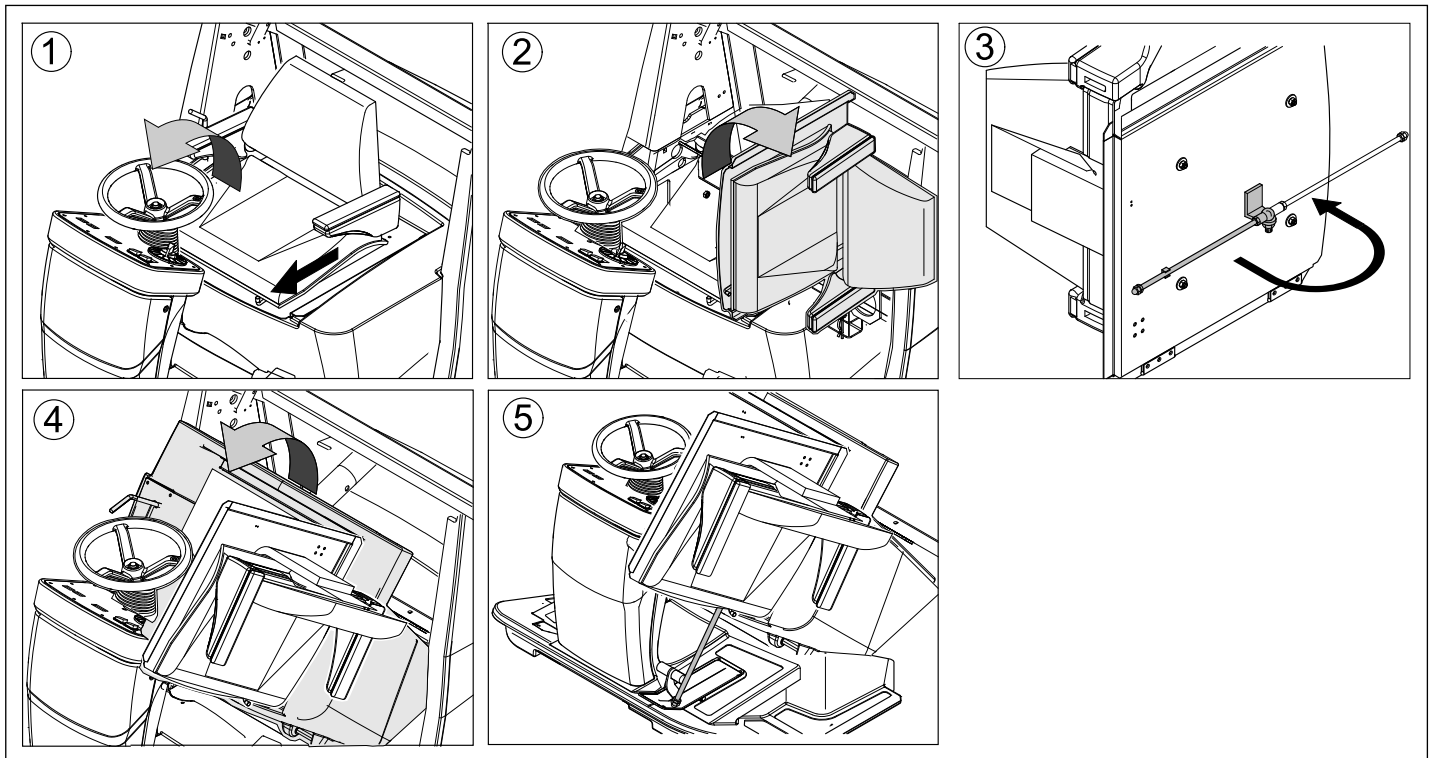

Fig. 3
- ➔ Åbn skærmen og sørg for at sikre den (fig. 3).
- ➔ Kun KM 120/150 uden beskyttelsestæg: Åbn skærmen og sørg for at sikre den (fig. 3).